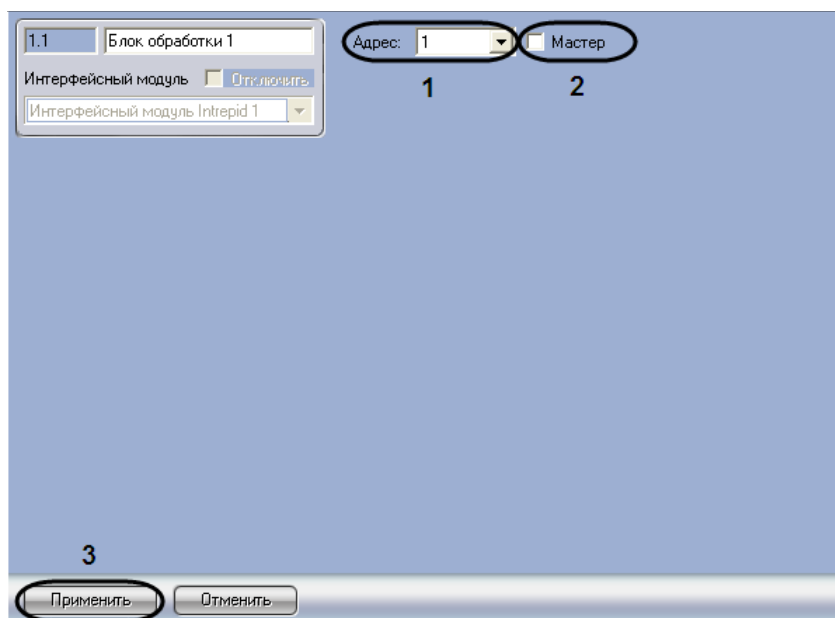

Рис. 2.5-2. Настройка объекта Блок обработки
1. Перейти на панель настройки объекта **Блок обработки** (Рис. 2.5-2).
2. Из списка **Адрес** выбрать локальный адрес процессорного модуля, заданный при настройке системы *Intrepid Micropoint* в программе «Site Manager» (см. Рис. 2.5-2, **1**).
3. Установить флажок **Мастер**, если система *Intrepid Micropoint* подключена к Серверу *Интеллект* через данный процессорный модуль (см. Рис. 2.5-2, **2**).
4. Для сохранения внесенных изменений нажать кнопку **Применить** (см. Рис. 2.5-2, **3**).